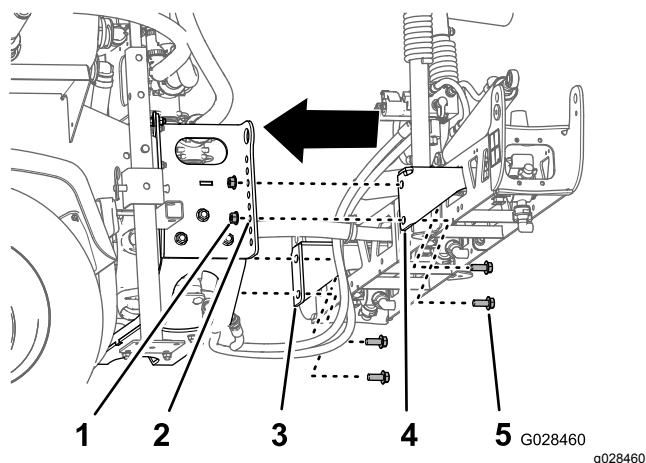

Figura 39
- Alinhe o orifício inferior nos suportes de montagem de secção do conjunto da rampa central com o terceiro furo da parte inferior nos suportes da rampa na estrutura do patim de pulverização, como se mostra na Figura 39.